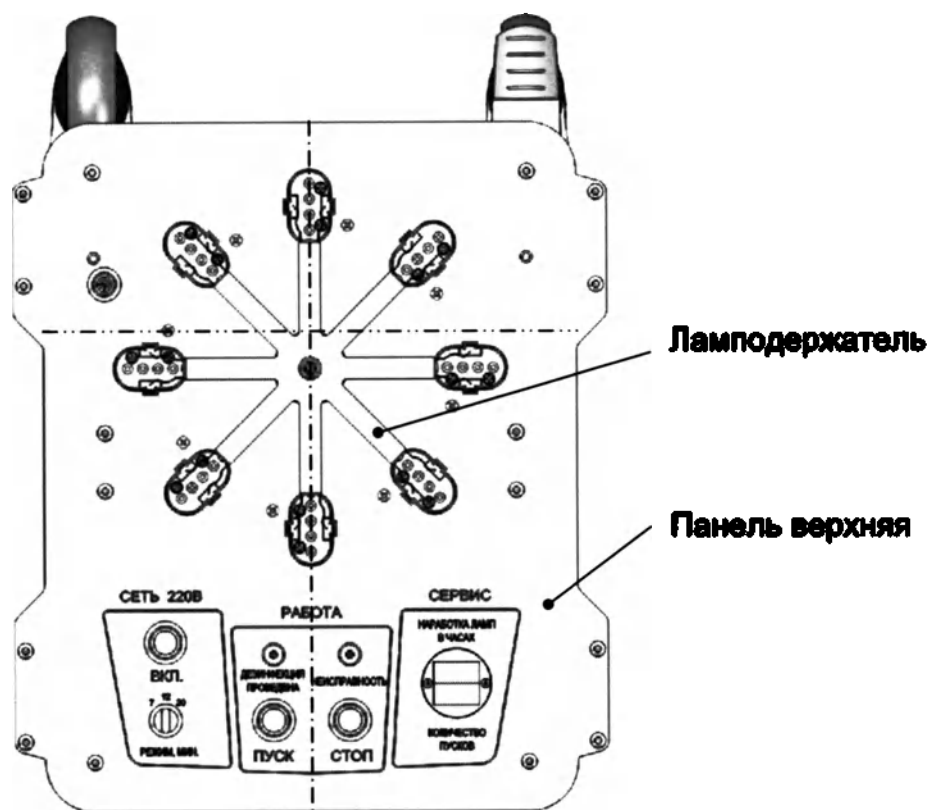
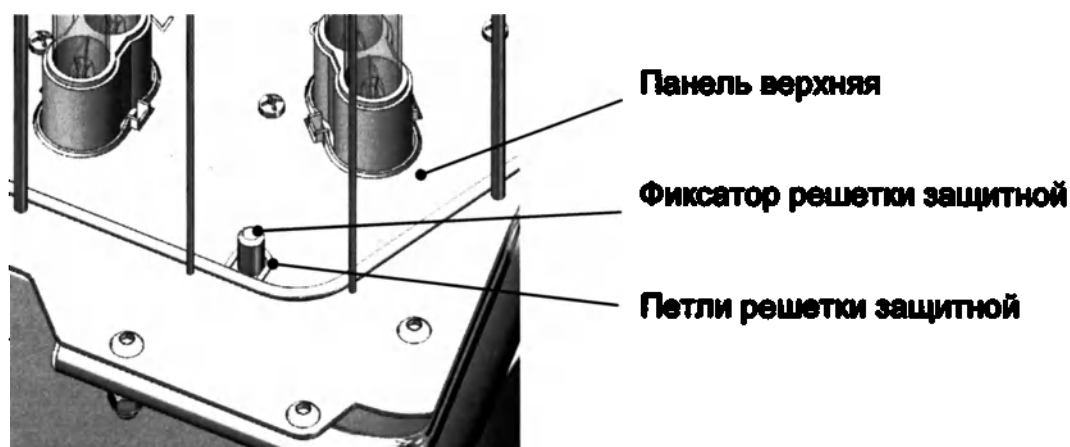
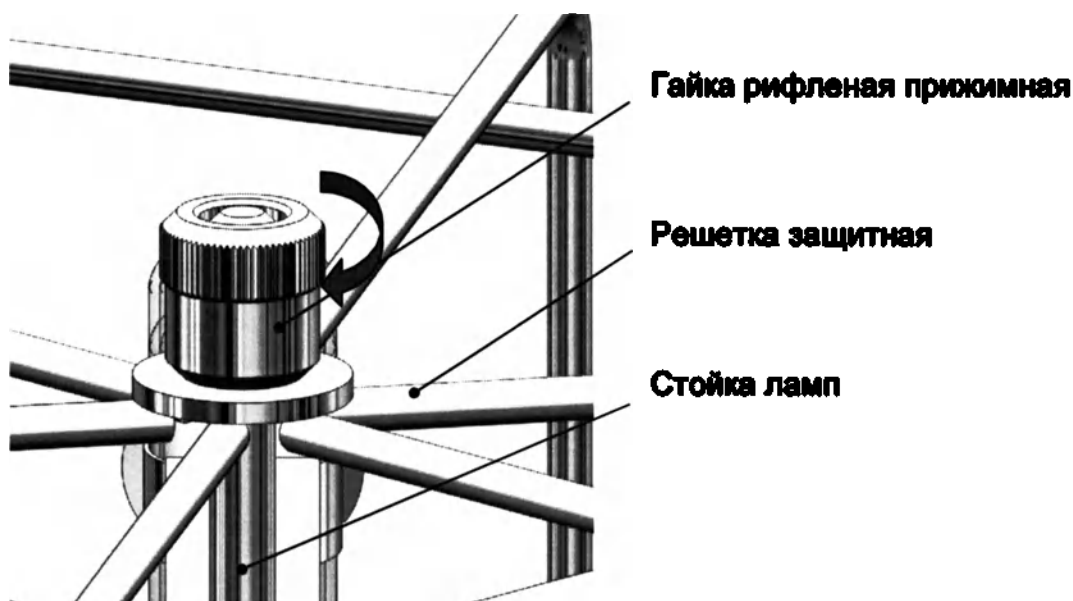

Рис. 20. Правильное угловое положение ламподдержателя.
Рис. 22. Установка решетки защитной.
Рис. 23. Фиксация решетки защитной
Выставить правильное угловое положение ламподдержателя относительно верхней панели установки в соответствии с рис. 20, и окончательно затянуть гайку М8 гаечным ключом S13.
- 6.7 Установить решетку защитную на верхнюю панель: верхнее центрирующее отверстие решетки совместить со стойкой ламп, а петли решетки – с фиксаторами, расположенными на верхней панели (рис. 22).
- 6.8 Зафиксировать решетку защитную гайкой рифленой прижимной (рис. 23). Гайку закручивать вручную, без применения инструмента, до контакта с решеткой. При транспортировке гайка рифленая прижимная зафиксирована на стойке ламп.
- Установить решетку защитную, зафиксировав ее прижимной гайкой (п.6.7 рис. 22 и п.6.8 рис. 23).
- Установить решетку защитную, зафиксировав ее прижимной рифлёной гайкой (п.6.7 рис. 22 и п.6.8 рис. 23).
- Установить защитную решетку на панель верхнюю, при этом стойка ламп должна проходить сквозь центрирующее отверстие в верхней части решетки, а каждая петля решетки была надета на ответный фиксатор на панели верхней (рис. 20 и рис.22).
- Слепка прижать решетку к панели, закрутив гайку рифленую прижимную рис. 23.